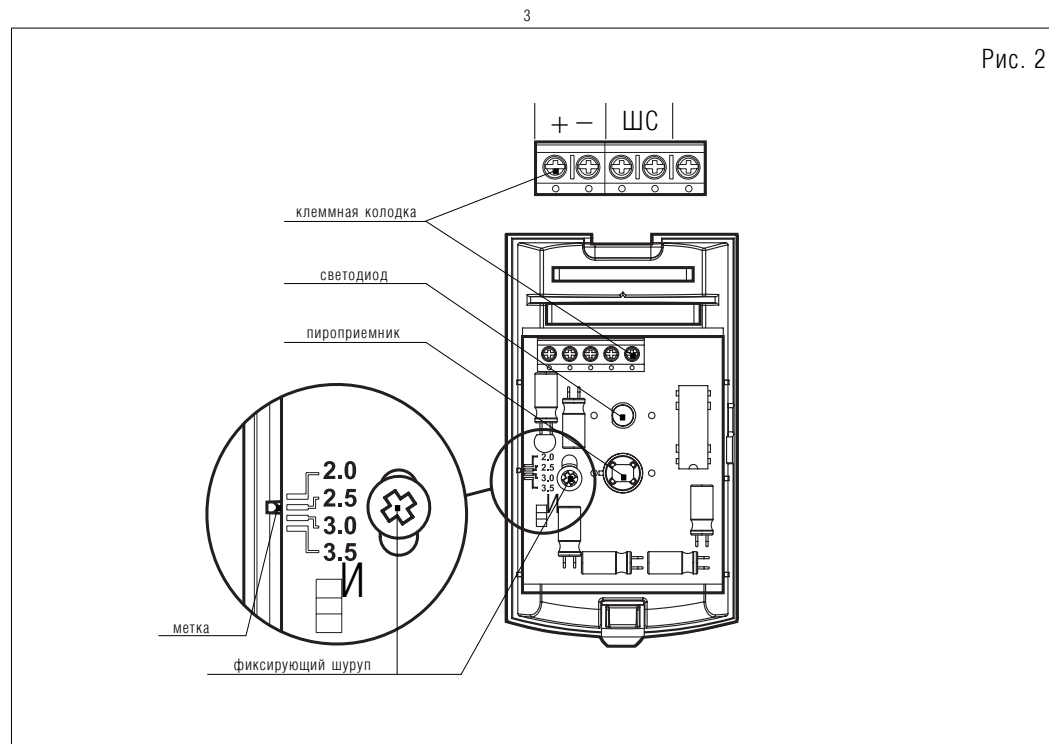

Рис. 2
(рис.2). Это обеспечит дальность действия известателя
- Подключить провода к клеммной колодке (рис. 2) и уста-